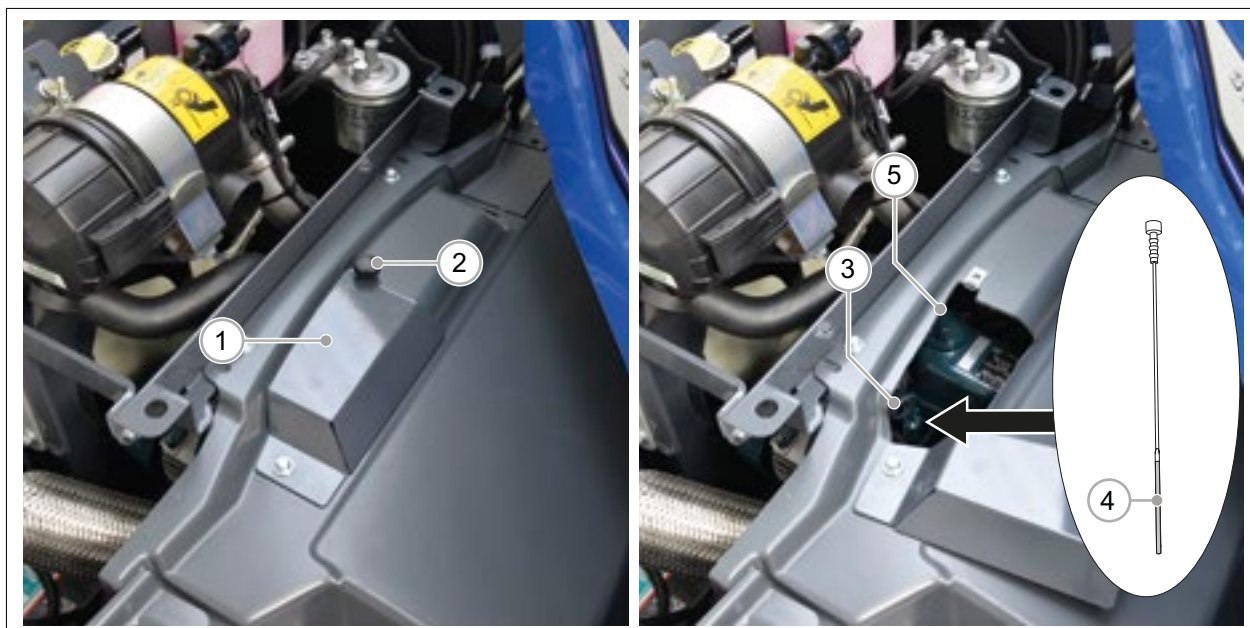

РИС. 48
- 4) Открутите ручку (РИС. 48 – Сс. 2), откройте крышку (РИС. 48 – Сс. 1).
- 5) Извлеките щуп (РИС. 48 – Сс. 3) и найдите отметки «максимальный уровень» и «минимальный уровень» (РИС. 48 – Сс. 4). Уровень масла должен находиться между этих двух отметок.
- Откройте крышку горловины моторного масла (Рис. 48 – Сс. 5).